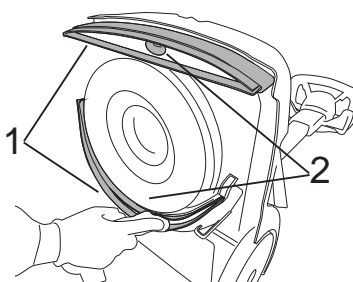

Fig.37
- Con un panno umido pulire le lame di entrambi gli squeegee (Fig.37, Rif.1).
- Pulire il collettore di aspirazione di entrambi gli squeegee (Fig.37-Rif.2).